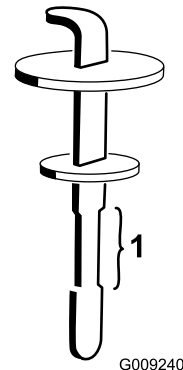

Bild 88
5. Entfernen Sie den Peilstab aus dem Füllstutzen und wischen ihn mit einem sauberen Lappen ab. Stecken Sie den Peilstab in den Einfüllstutzen und ziehen ihn dann heraus, um den Ölstand zu prüfen (Bild 88).